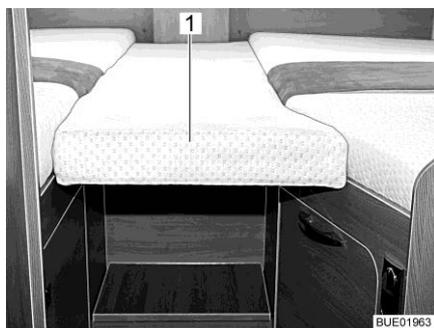
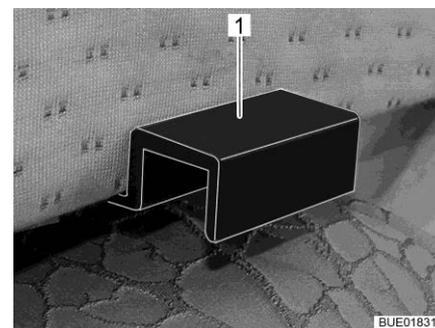

Fig. 126 Cuscino aggiuntivo
Fig. 127 Supporto cuscino aggiuntivo
- Agganciare il cuscino aggiuntivo (Fig. 126,1) con i supporti (Fig. 127,1) nei diaframmi del letto singolo, in modo che si formi una superficie utile chiusa.